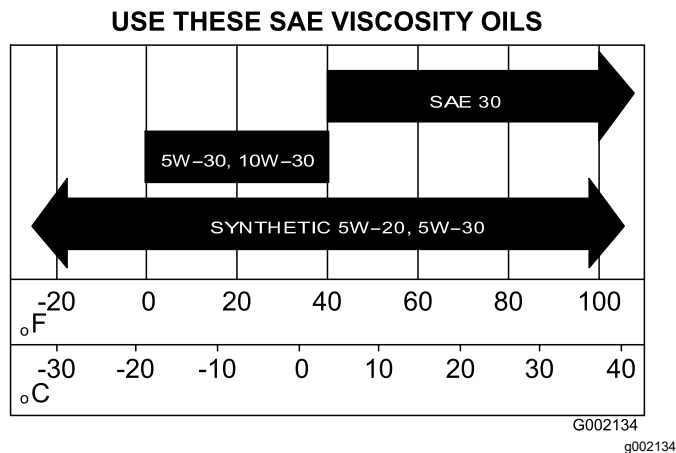

Figure 31
- Remplissez le carter moteur de l'huile spécifiée (Figure 31).